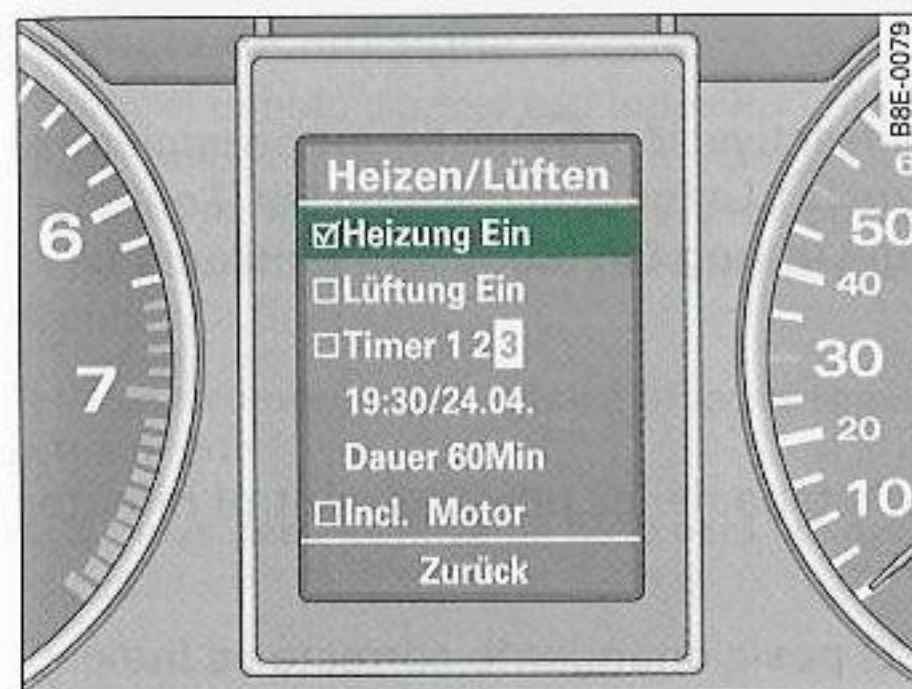

Fig. 137 Cockpit: Pantalla del FIS, menú Heizen/Lüften (Calentar/ventilar), se ha seleccionado el TIMER 3 (Temporizador 3)
- Ponga un signo de confirmación pulsando el botón giratorio / pulsador ⇒ fig. 137. Así se conecta la calefacción / ventilación estacionaria.
- Seleccione en el menú **Heizen/Lüften** (Calentar/ventilar), la línea **Heizung Ein** (Conectar calefacción) o bien **Lüftung Ein** (Conectar ventilación) ⇒ fig. 137.